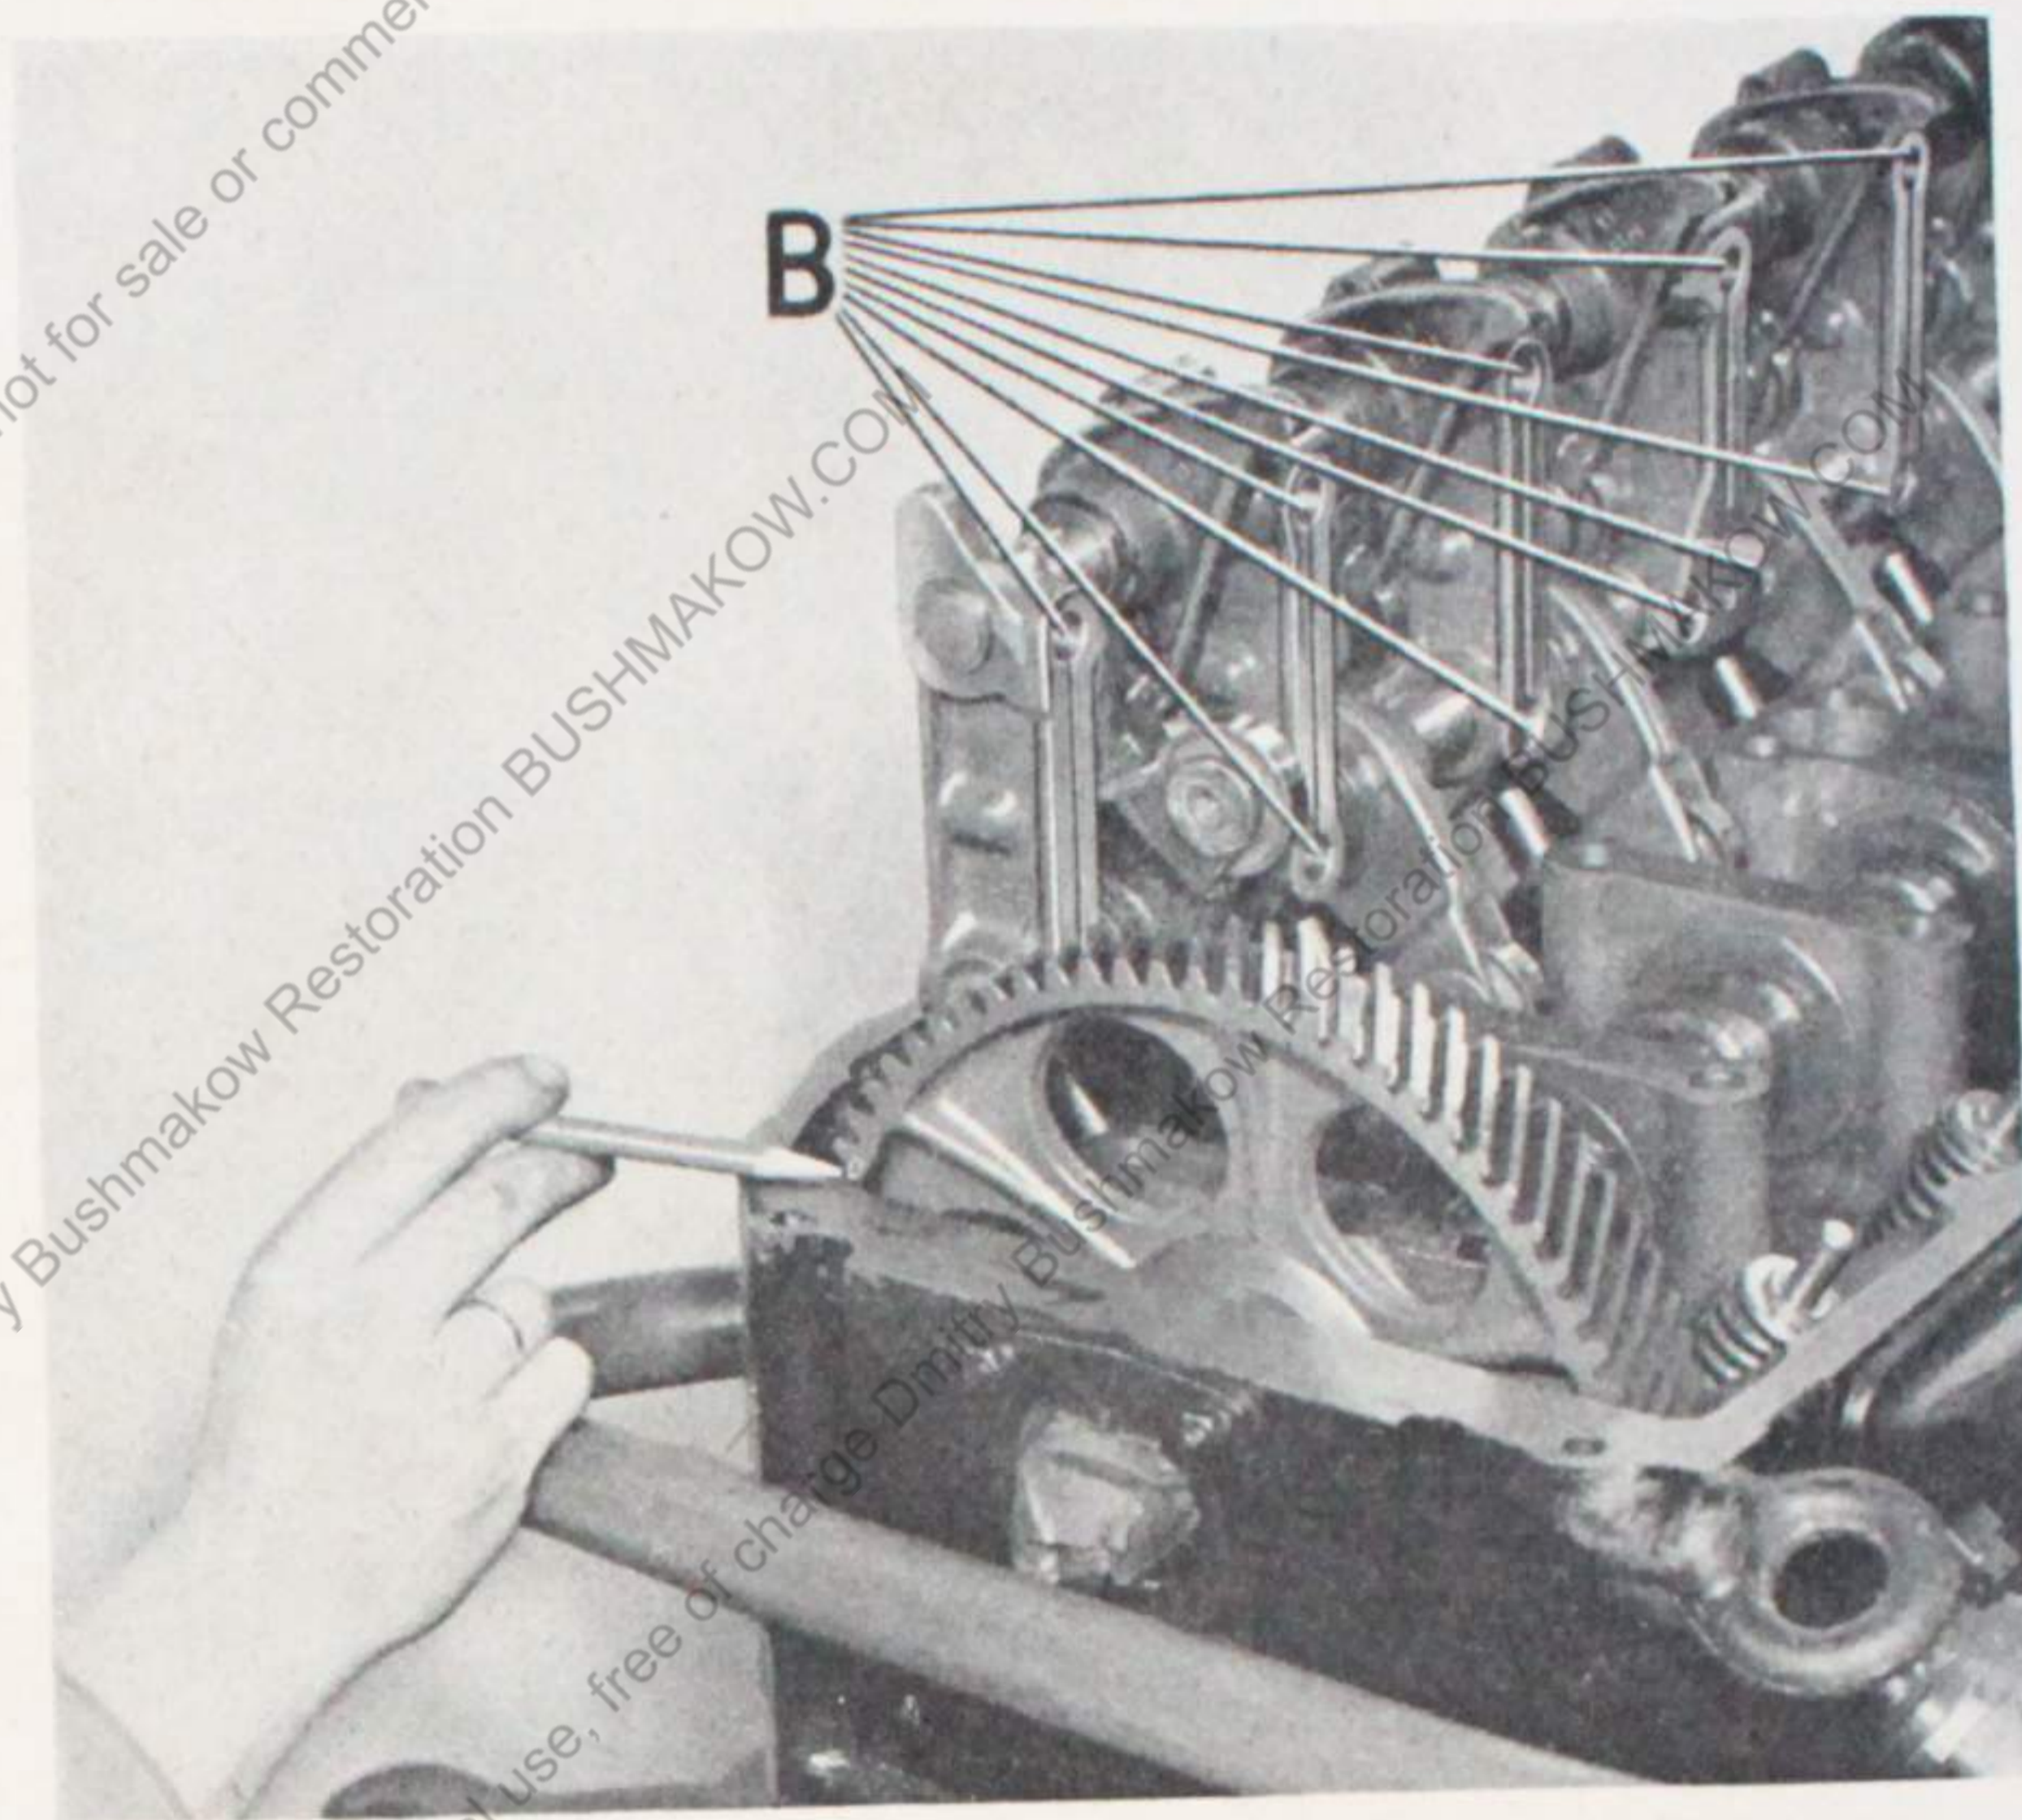

Bild 18
15. Abnehmen der Schwinghebelbrücke (siehe auch Bild 18)
2. Vor Aufsetzen des Zylinderkopfes das Steuerrad verdrehen, bis die Markierung mit der oberen Zylinderkopffläche übereinstimmt (Bild 18). — Wenn neues Steuerrad (ohne Zeichen) eingesetzt wurde, Nockenwelle auf Zündzeitpunkt stellen (beide Ventile vom Zylinder 1 geschlossen)